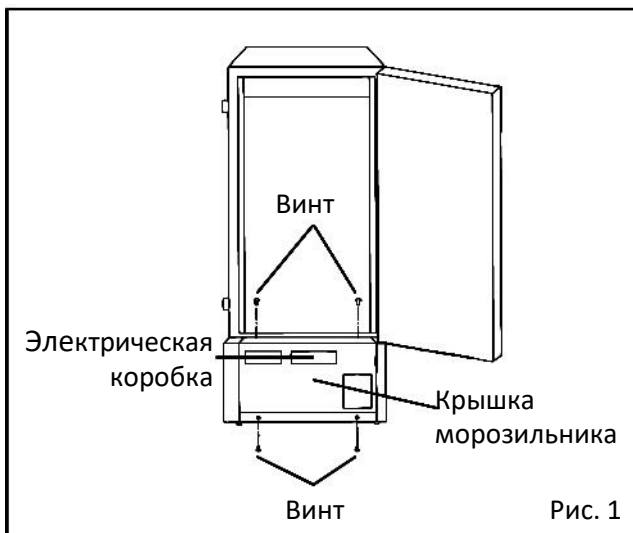

Рис. 1
В данном морозильнике для устройства сигнализации аварийного отключения электропитания используется никель-металл-гидридная батарея. Она находится в электрической коробке внутри крышки морозильника (Рис. 1). Батарею необходимо заменять приблизительно каждые 3 года. Для замены батареи обращайтесь к нашему торговому представителю или агенту.
2. Как показано на Рис. 1, снимите крышку морозильника, открутив 4 фиксирующих винта с помощью отвертки.